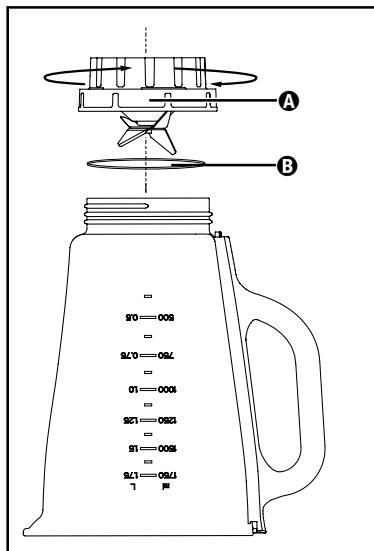

Abb. 3
- 2) Stellen Sie das Gerät auf den Kopf und drehen Sie den Aufsatz A mit den Schneidmessern ④ gegen den Uhrzeigersinn, so dass er sich vom Behälter des Mixaufsatzes ③ lösen lässt (siehe Abb. 3).